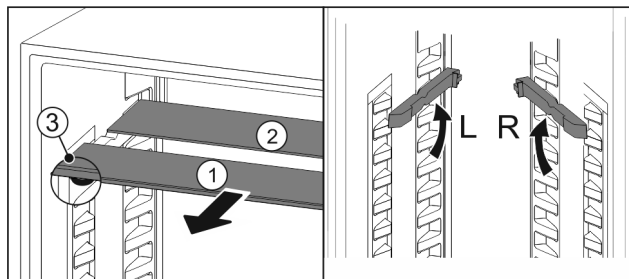

Fig. 76
- Extrageți Fig. 76 (1) pe rând plăcile de sticlă spre înainte.
- ▷ Placa de sticlă Fig. 76 (1) cu șipca decorativă se află în față.
- ▷ Opritoarele Fig. 76 (3) indică în jos.